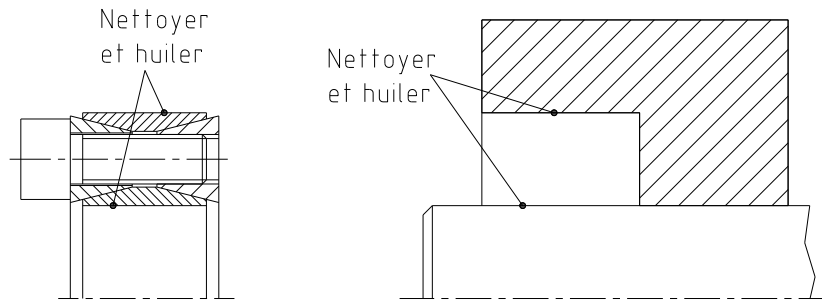

Fig. 4 : Nettoyer et lubrifier les surfaces de contact
- Nettoyer les surfaces de la frette de serrage selon fig. 4 ainsi que de l'arbre et du moyeu et ensuite appliquer une fine couche d'huile (huile Ballistol ou Klüber Quietsch-Ex).